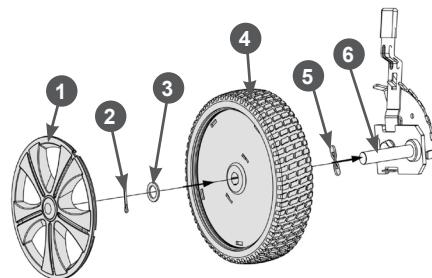

Рис. 3 Схема установки колёс
- установите на ось 6 пружинную шайбу 5 и колесо 4 (Рис. 3);
- установите шайбу 3, после чего прижмая колесо в сторону деки газонокосилки, вставьте в отверстие на оси 6 шплинт 2 (Рис. 3). Разогните концы шплинта;
- установите колпак 1 колеса (Рис. 3);